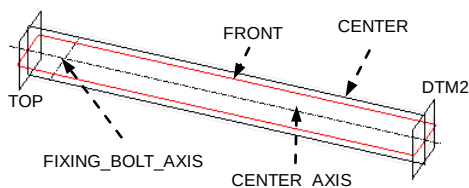

图 6.5.8 骨架零件
Step1. 打开零件 body_test.prt，可看到图 6.5.8 所示的基准平面和基准轴，它们都是从